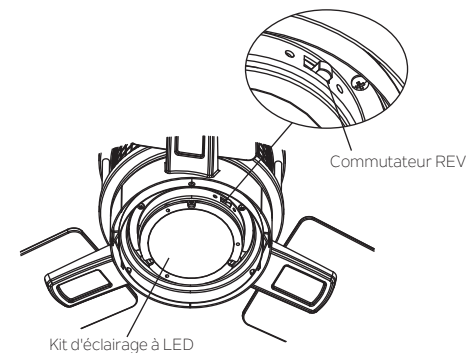

Fig. 21
4. Commutateur REV: Permet de contrôler le sens, en avant ou en arrière. (Fig. 21)